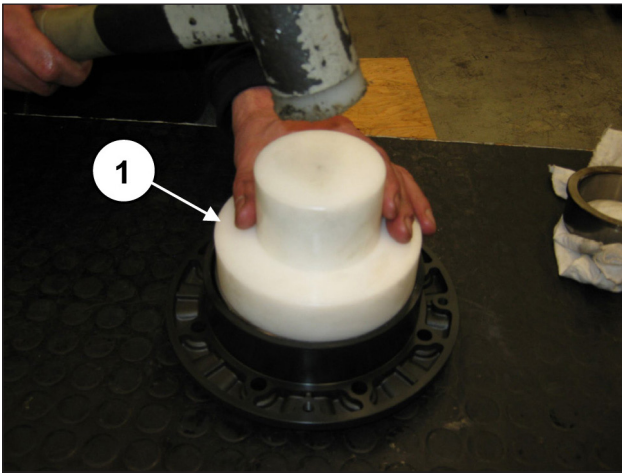
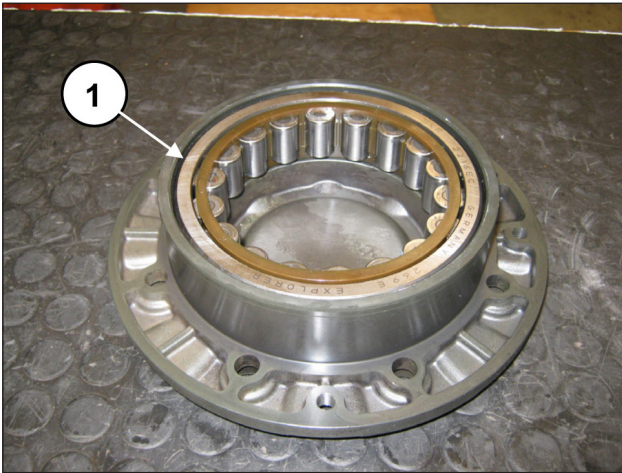

图 55
图 56
重复对轴承盖的操作，用代码 27605000 的工具预装曲轴轴承的外圈（位置①，图 55），直到其完全啮合（位置②，图 56）。